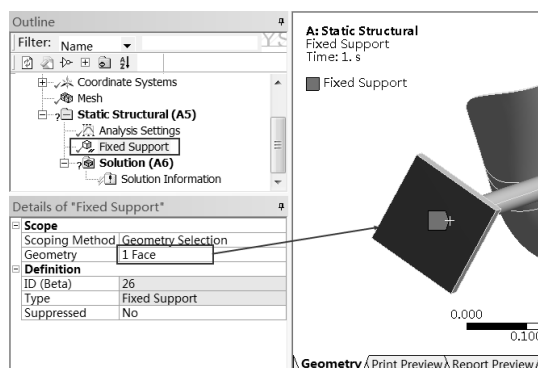

图 5-21 施加固定约束
Step3：选择 Fixed Support 选项，选择需要施加固定约束的面，单击 Details of “Fixed Support”（参数列表）中 Geometry 选项下的 **Apply** 按钮，即可在选中面上施加固定约束，如图 5-21 所示。